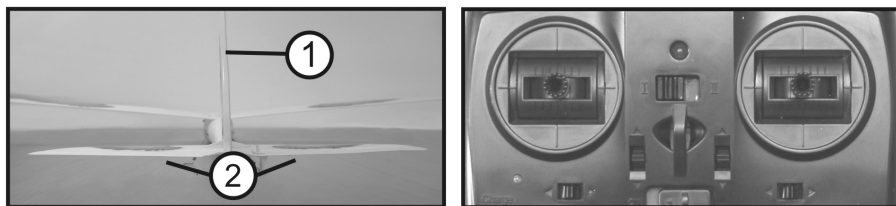

Figura 10
Quando gli stick di controllo del timone di direzione e del timone di quota nonché il trim digitale delle funzioni di controllo sono esattamente in posizione centrale, il timone di direzione (figura 10, pos. 1) e il timone di quota (2) devono essere esattamente in posizione centrale. Visti da dietro, il timone di direzione e il timone di quota devono creare un piano unico con il piano di coda dell'impennaggio e non devono essere inclinati né in avanti né indietro, né a destra né a sinistra.